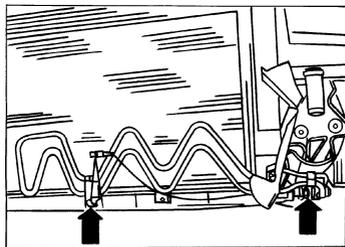

图 2-126 拆下冷却液软管卡箍
- 6) 向下拆下图 2-126 箭头所示冷却液软管卡箍, 从散热器上拆下冷却液软管。